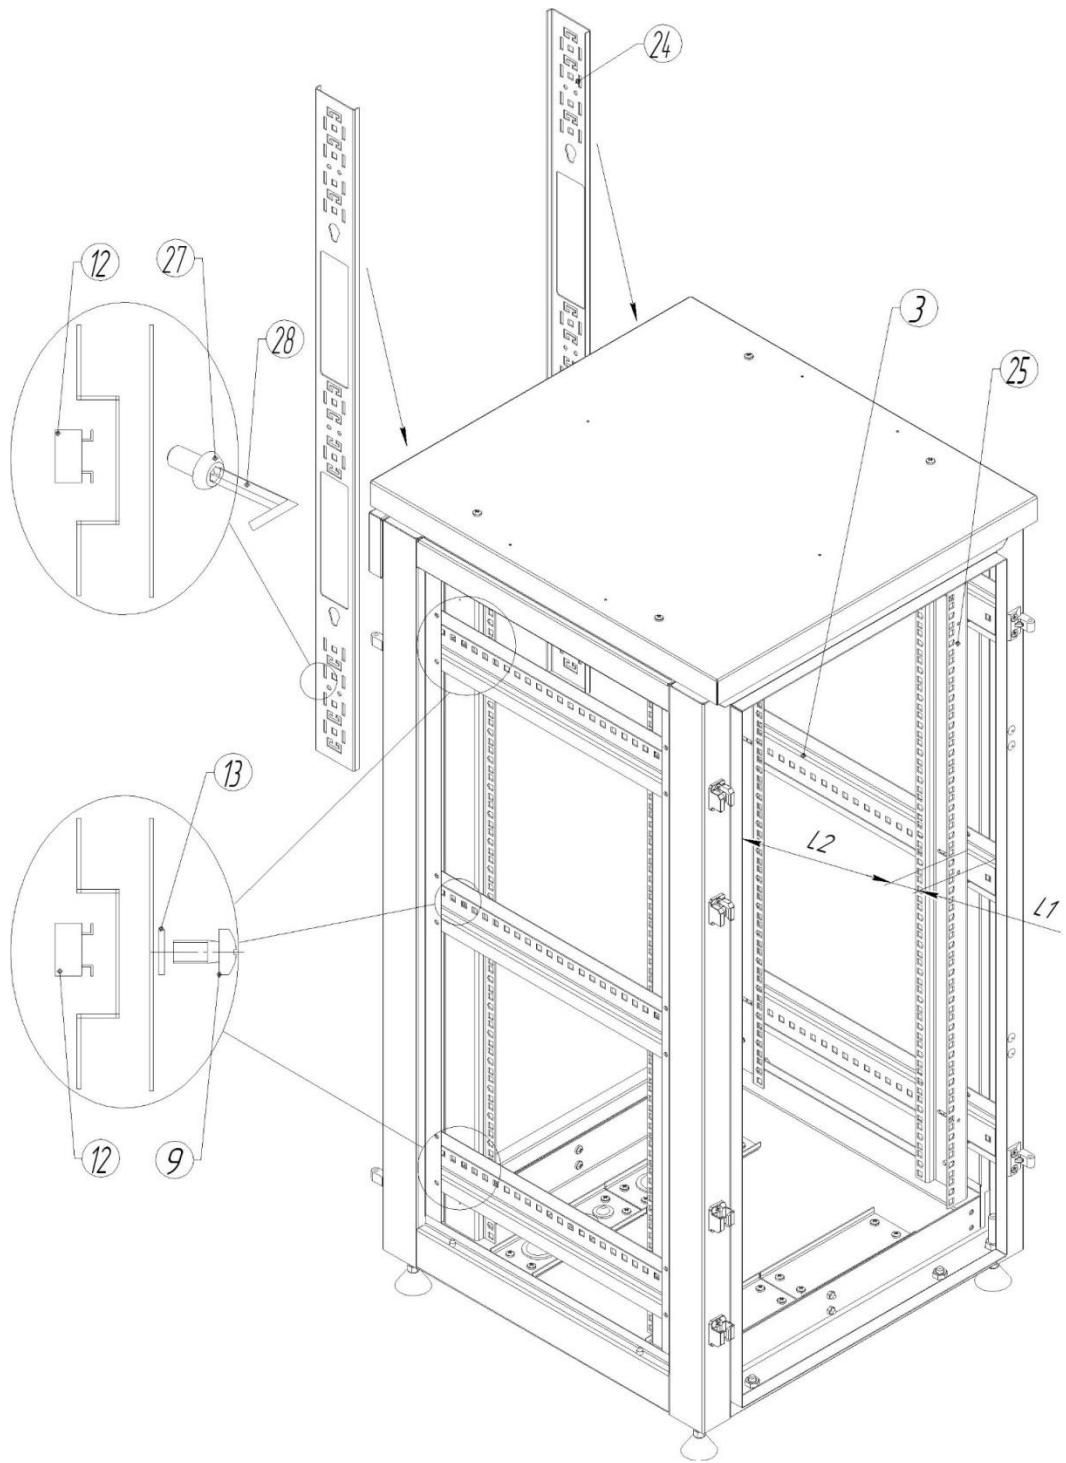

Рис.3
4.2- Определить расстояние до передней плоскости L1 и полезную глубину оборудования L2. Установить стойки монтажные (25) на профили (3) и закрепить винтами (9) – 24 (32*) шт., гайками клетевыми (12) – 24 (32*) шт. и шайбами (13) – 24 (32*) шт. Гайки клетевые (13) вставить в квадратные отверстия профилей (3), снаружи. См. рис.3